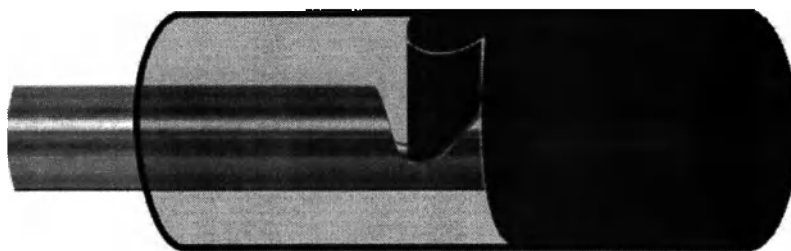

Рисунок 5.49 Непрерывная обработка всего вагинального канала
- Выполните лазерные импульсы на преддверии, за исключением уретры; облучая фракционированным лазерным лучом поперек всей области преддверия и входа во влагалище (см. Рис. 5.49).